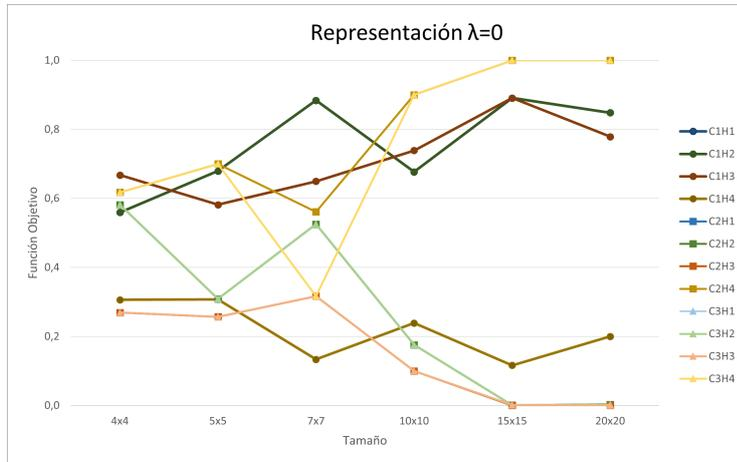

Figura 4.42 Representación RDI General $\lambda = 0$ (Elaboración propia).
- $\lambda = 0$ → Es el caso en el que únicamente se tiene en cuenta el valor del Makespan, y tal y como se puede apreciar en la Figura 4.42, de forma general las mejores soluciones las proporcionan C2H3 o C3H3.